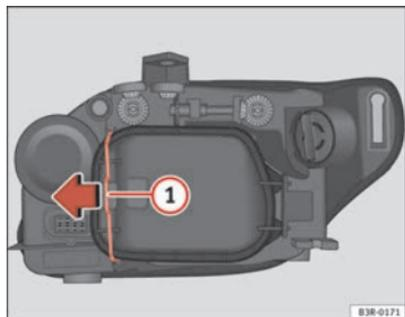

Fig. 206 Lámpara luz de posición
Aunque no es necesario, extraer previamente la tapa rígida ⇒ página 285, fig. 206, facilita el cambio de la lámpara de luz día. ■
- Desplace el tirante ⇒ fig. 206 ① en el sentido de la flecha y saque la tapa rígida separando primero el lado del tirante y sacando después las dos pestañas del extremo contrario de la tapa.